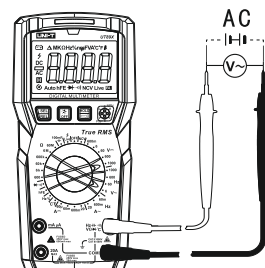

Рис. 4
9.2 Измерение переменного напряжения (Рис. 4) Последовательность: